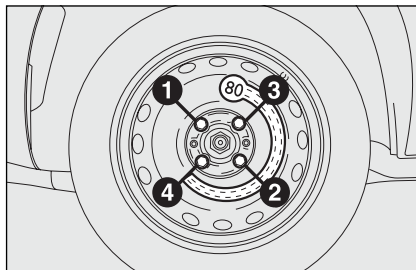

fig. 8
- draai met de bijgeleverde sleutel de wielbouten kruiselings vast, in de volgorde die is aangegeven in **fig. 8**.
- draai met de bijgeleverde sleutel de wielbouten kruiselings vast, in de volgorde die in **fig. 8** is aangegeven;
- draai met de bijgeleverde sleutel de wielbouten definitief vast in de volgorde die hiervoor is aangegeven voor het noodreservewiel (zie fig. 8);